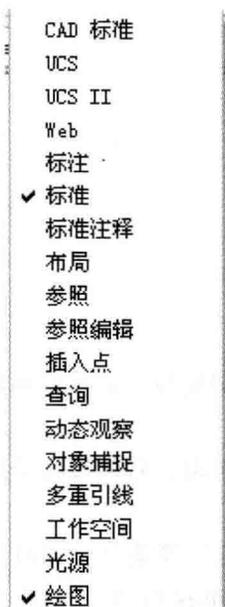

图 1-4 工具栏
(3) 工具栏。AutoCAD 2008 共提供了 37 个工具栏，其中包含了大多数使用较频繁的命令。工具栏是浮动的，可以被拖拉到窗口的其他位置，甚至挂靠在窗口的上下左右边框上。在任何一个工具栏上单击鼠标右键，在弹出的快捷菜单中选择要打开的工具栏，带“√”号的表示已打开的工具栏，不带“√”号的表示隐藏的工具栏，如图 1-4 所示。
(4) 绘图窗口。绘图窗口是用户绘制图形的区域，在此用户可以创建二维和三维图形、编辑图形、输入文本、标注尺寸等。
(5) 十字光标。图形窗口中的光标为十字光标，用于绘图时的坐标定位和对象选择。
(6) 坐标系图标。坐标系图标位于图形窗口的左下角，它